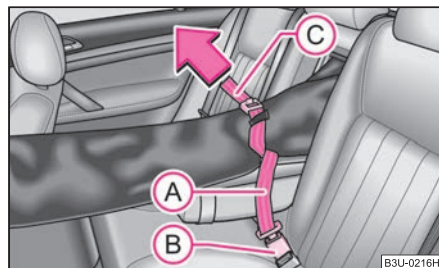

Fig. 73 Fissaggio della
- Agganciare la cintura di sicurezza (A) ⇒ fig. 73 nella fibbia centrale (B).
- Tendere la cintura (C) nel senso indicato dalla freccia ⇒ fig. 73